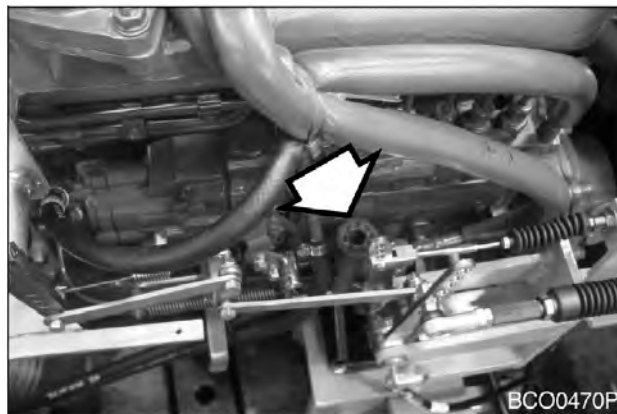

Рис. 71
2. Вывинтить ручной заливочный насос и закачивать топливо (рис. 71) насосом впрыска топлива. Закачивать топливо до тех пор, пока оно не покажется у отверстия заглушки на головке топливного фильтра.